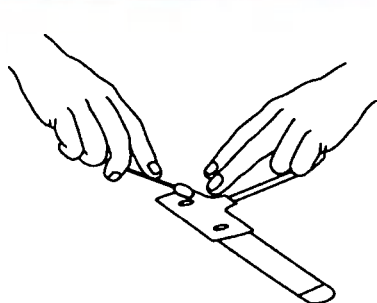

Рис. 1
- 1) Липкость медицинского клея можно уменьшить или удалить, протерев клеевые участки ватным тампоном или марлей (см. Рис. 1).